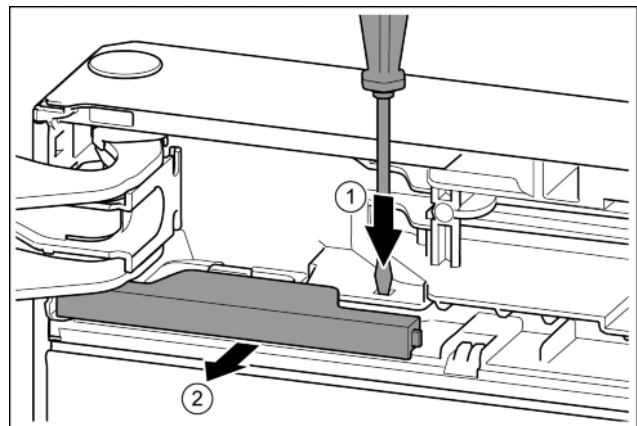

Fig. 13
- Lasche mit Schlitzschraubendreher drücken. Fig. 13 (1)
- Abdeckung aus der Verrastung ziehen. Fig. 13 (2)